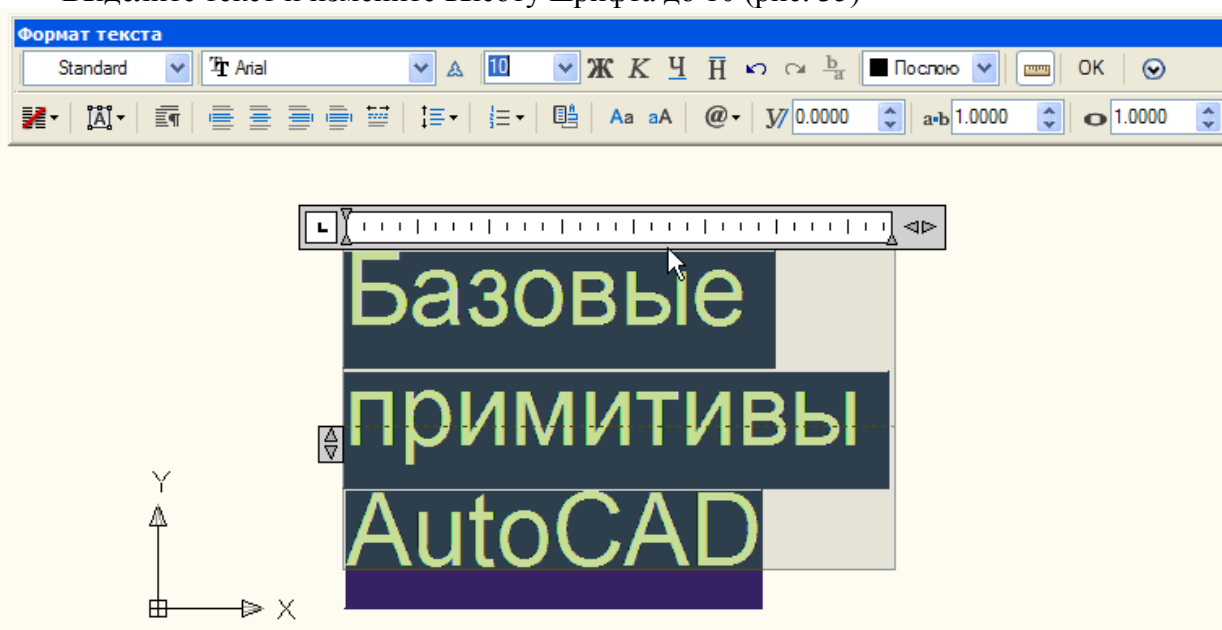

Рис. 35
- Выделите текст и измените высоту шрифта до 10 (рис. 35)